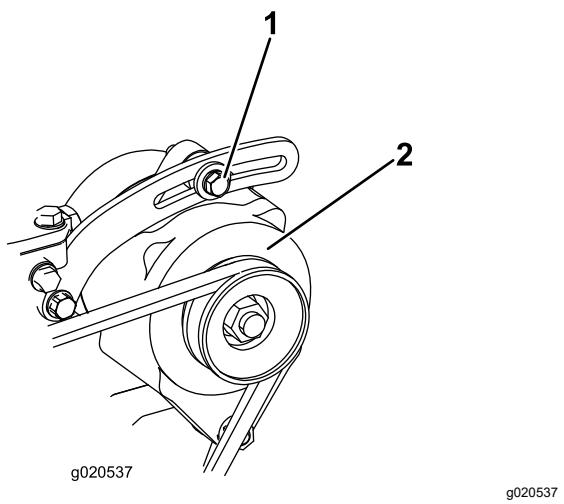

Рисунок 90
- Если прогиб не равен 10 мм, ослабьте болты крепления генератора (Рисунок 90).